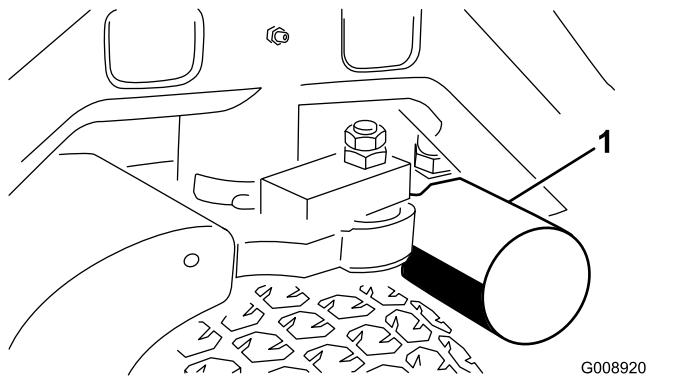
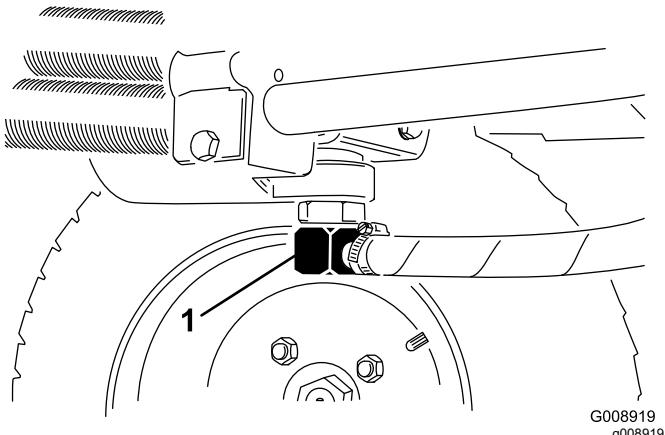

Figura 64
Figura 65
3. Limpie la zona de montaje del filtro. Coloque un recipiente debajo del filtro (Figura 64) y retire el filtro.
2. Desconecte el tubo hidráulico (**Figura 65**) o retire el filtro hidráulico (**Figura 64**) y deje fluir el aceite hidráulico en un recipiente apropiado. Vuelva a colocar el tubo cuando el aceite hidráulico se haya drenado.